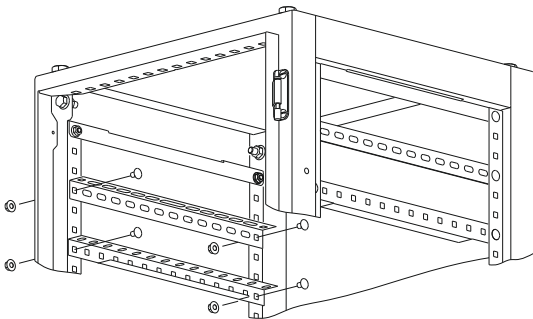

Рисунок 5
5.2 Приложите уголок для оборудования с внутренней стороны боковой поверхности передней и задней стоек корпуса на необходимой высоте. Вставьте по очереди в квадратные отверстия два болта М6х10 и закрепите гайками М6 (рисунок 5). Момент затяжки 5 Н·м.
5.3 Повторите действия пункта 5.2 для монтажа Уголка для оборудования с противоположной стороны (рисунок 5).
6.1 Монтаж Бокового П-профиля производится аналогично монтажу Уголка для оборудования (рисунок 5).